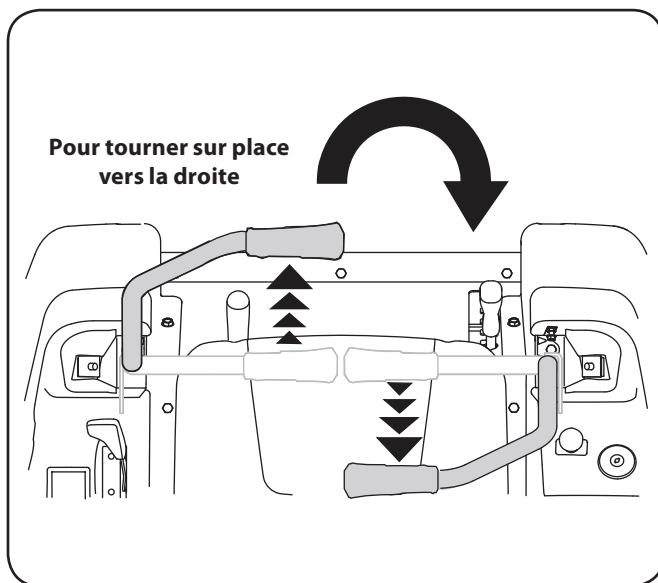

Figure 5-9
2. Pour tourner à droite, poussez lentement le levier gauche en tirant simultanément le levier droit vers l'arrière. Voir la Figure 5-9.